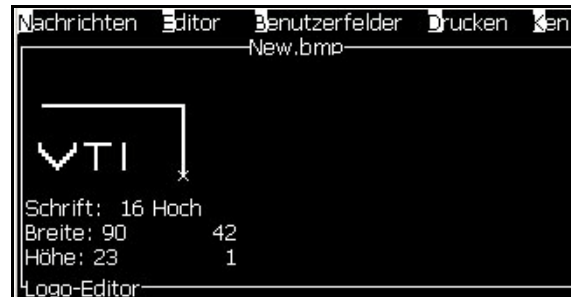

Abbildung 5-50: Logo zuschneiden
- 1 Drücken Sie die Taste Enter und es wird ein Rahmen angezeigt, der die aktuellen Grenzen der Grafik zeigt (Abbildung 5-50).